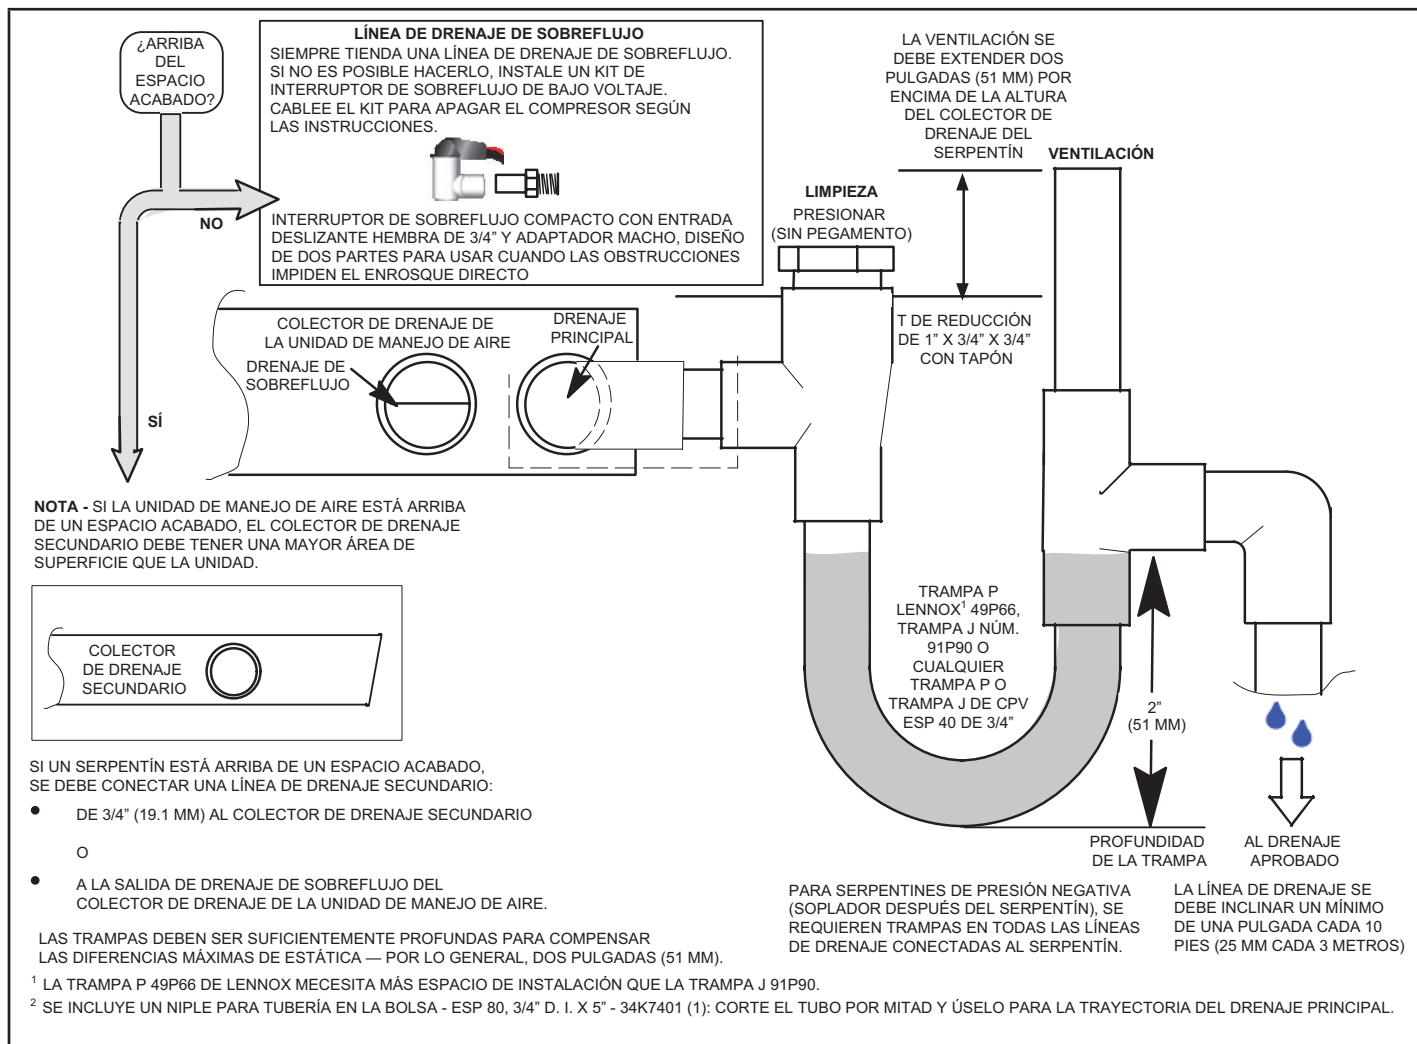

FIGURA 27. Instalaciones típicas de drenaje principal y de sobreflujo
Conecte el drenaje principal de tal manera que quede orientado hacia abajo hasta la línea o el sumidero de drenaje. No conecte el drenaje a un sistema de residuos cerrado. Consulte la Figura 27 para ver la configuración típica de la trampa de drenaje.
- 6 - Instale una trampa de 2" en las líneas de drenaje principales (primarias) lo más cerca posible de las unidades (ver la Figura 27). Asegúrese de que el extremo superior de la trampa esté debajo de la conexión al colector de drenaje para que el colector se drene por completo.